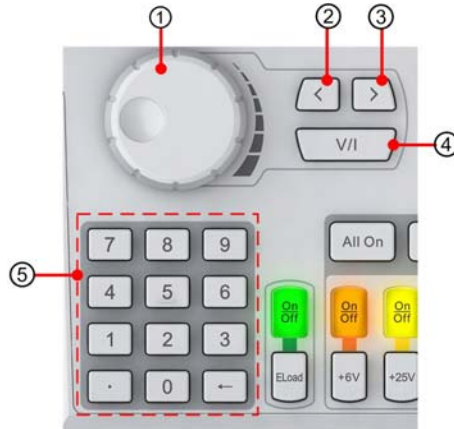

图 2.2 参数输入区
参数输入区见图 2.2，参数输入区中的按键功能说明如表 2.2 所示。
(2) 调节数值大小
当光标移动到须编辑的数值位后，可通过如图 2.2 中标注①处所示的数值调节旋钮调节数值大小。旋钮旋转方向和数值大小增减的关系如图 4.4 所示。